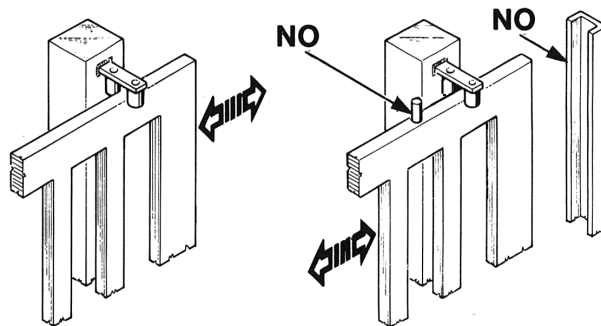

FIG. 3
Las columnas de la verja tienen que llevar en su parte superior unas guías anti-desdarrillamiento (Fig. 3) para evitar desenganches involuntarios.
N.B.: Eliminar los topes mecánicos del tipo descrito en el Fig.3.